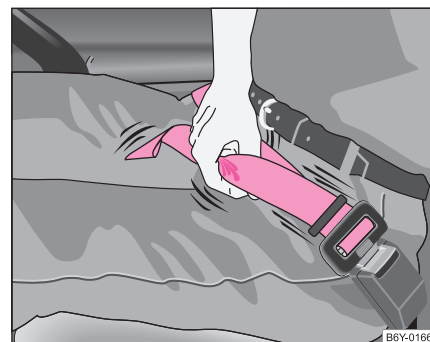

Fig. 112 Scurtarea centurii de bazin
- Trageți de capătul liber al centurii ⇒ pagina 134, fig. 112.